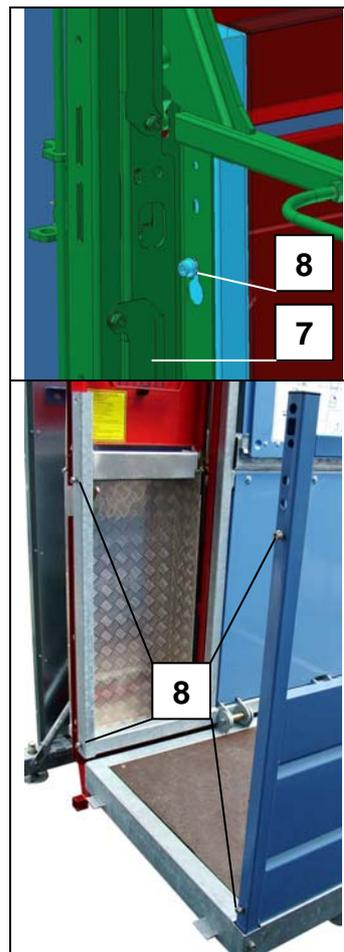

Fig. 24 Smontaggio della sbarra con portello di carico
- Agganciare la sbarra con il portello di carico alle quattro viti di fissaggio (8) e serrare (si veda Fig. 24).
- Fissare il supporto della sbarra (5) al montante della piattaforma (6).
- Inserire di nuovo la spina del finecorsa della sbarra (4).
- Agganciare la rampa alle quattro viti di fissaggio (3) e serrare.
- Inserire di nuovo la spina (1) del controllo del gancio.